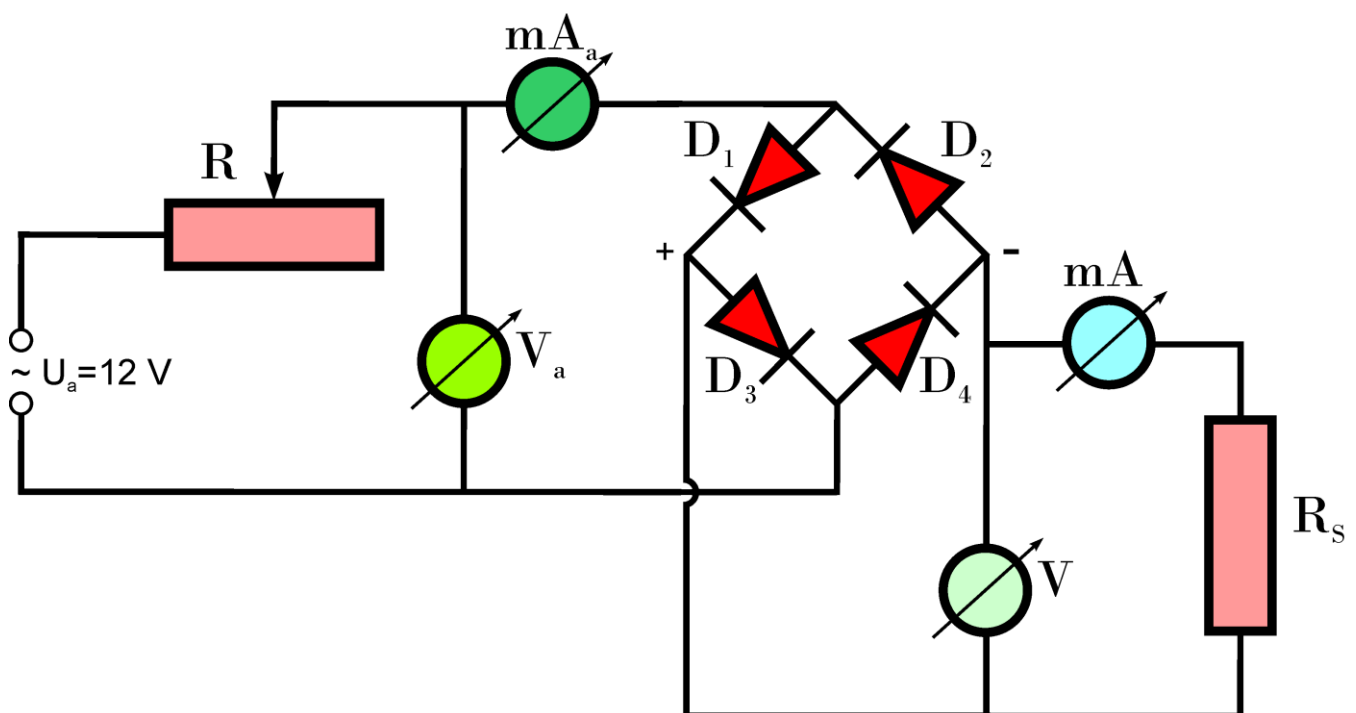

Figura 2
În figura alăturată este dată schema utilizată pentru redresarea unei singure alternanțe, iar în figura 2 se dă un montaj utilizat pentru redresarea ambelor alternanțe, așa numita punte Graetz cu patru diode, unde:
3. Se realizează montajul din figura 2 pentru redresarea ambelor alternante și se repetă operațiile de la punctul 1 și 2.